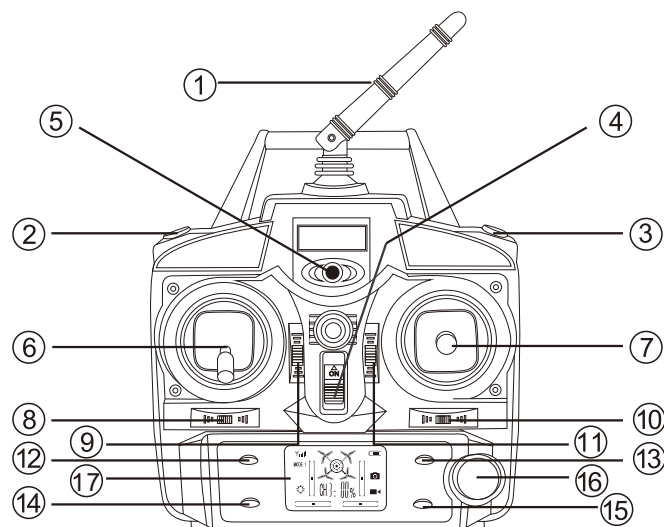

Abbildung 2 - Fernbedienung
Schalten Sie dazu zunächst die Fernbedienung mit dem Ein-Aus-Schalter ((4) in Abbildung 2) ein. Schalten Sie erst danach die Drohne mit dem Ein-Aus-Schalter auf der Unterseite der Drohne ein. Die LEDs der Drohne beginnen direkt nach dem Einschalten schnell zu blinken.
Führen Sie nun den linken Hebel der Fernbedienung einmal ganz nach oben und anschließend ganz nach unten. Im LCD-Display ((17) in Abbildung 2) wird die gewählte Frequenz (Channel) angezeigt. Gleichzeitig wechseln die LEDs an der Drohne zu einem langsamen blinken.
Zum Starten der Propeller drücken Sie nun einmal die Switchover-Taste links unten auf der Fernbedienung ((14) in Abbildung 2) an. Die LEDs an der Drohne wechseln auf Dauerlicht und die Propeller beginnen mit geringer Drehzahl zu drehen.
Drücken Sie den linken Hebel der Fernbedienung ((6) in Abbildung 2) langsam nach oben um die Drehzahl der Propeller zu erhöhen. Die Drohne hebt ab bzw. steigt weiter auf. Lassen Sie den linken Hebel der Fernbedienung ((6) in Abbildung 2) in zentraler Stellung los, verbleibt die Drohne auf der aktuellen Flughöhe.
Führen Sie den linken Hebel der Fernbedienung ((6) in Abbildung 2) langsam nach unten um die Drehzahl der Propeller zu reduzieren und die Drohne zu landen.
Stellen Sie die Drohne auf eine eben, flache Unterlage. Drücken Sie dann die Taste für die 360 Grad Drehung ((3) in Abbildung 2) in der oberen rechten Ecke der Fernbedienung. Die Fernbedienung quittiert dies mit einem dreifachen Signalton.
Führen Sie dann den linken und den rechten Hebel der Fernbedienung ((6) + (7) in Abbildung 2) gleichzeitig nach links unten. Auf dem LCD-Display der Fernbedienung ((17) in Abbildung 2) erscheint die Anzeige 00%.
Führen Sie den rechten Hebel der Fernbedienung ((7) in Abbildung 2) nach links oder rechts um die Drohne in die entsprechende Richtung zu steuern.
Führen Sie den rechten Hebel der Fernbedienung ((7) in Abbildung 2) nach oben oder unten um die Drohne in die entsprechende Richtung zu steuern.
Führen Sie den linken Hebel der Fernbedienung ((6) in Abbildung 2) nach oben oder unten um die Drohne in die entsprechende Richtung zu steuern.